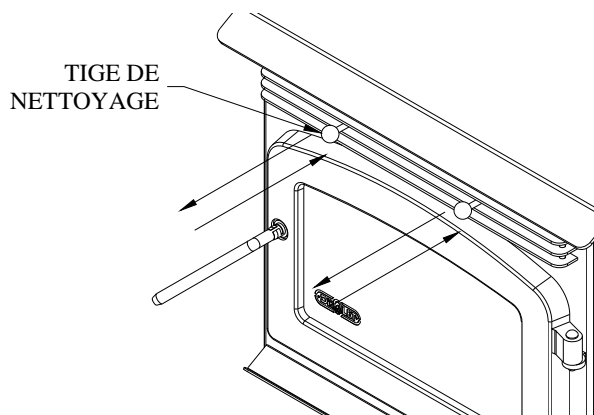

Figure 18
- Tubes d'échangeur de chaleur** – Votre poêle ECO-35 possède un mécanisme de nettoyage des tubes de l'échangeur de chaleur intégré à l'appareil. Le nettoyage des tubes devrait se faire au moins une fois par semaine. Faites glisser la tige d'avant en arrière 3 à 4 fois (voir Figure 18). Lorsque cette opération est terminée, repoussez la tige.